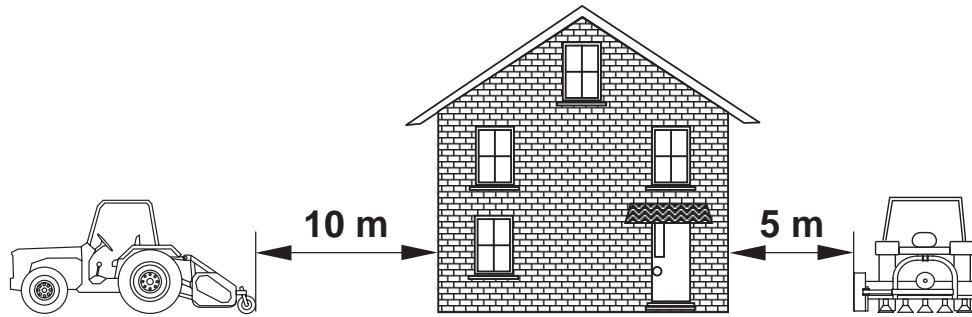

Fig. 37
- Comply with the safety distances when working near built-up areas or roads (Fig. 37): 5 meters each side, 10 meters at the rear.
- Lors du travail à proximité des habitations ou des routes, respecter les distances de sécurité (Fig. 37): 5 mètres sur les côtés, 10 mètres à l'arrière.
- Bei der Arbeit in Nähe von Wohnhäusern oder Straßen die Sicherheitsabstände einhalten (Abb. 37): 5 m seitlich, 10 m hinten.
- Trabajando cerca de casas o carreteras respetar las distancias de seguridad (Fig. 37): 5 metros lateralmente, 10 metros posteriormente.